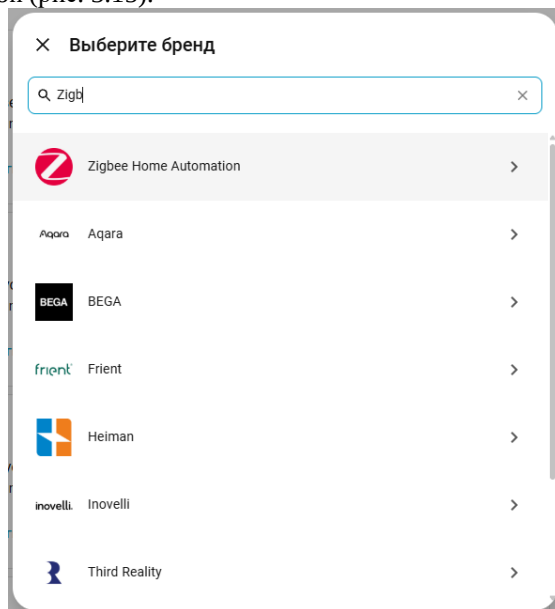

Рис. 3.15. Выбор Zigbee Home Automation из интеграций
4. Открываем Home Assistant. Переходим в настройки, устройства и службы, добавить интеграцию. Из интеграций выбираем Zigbee Home Automation (рис. 3.15).